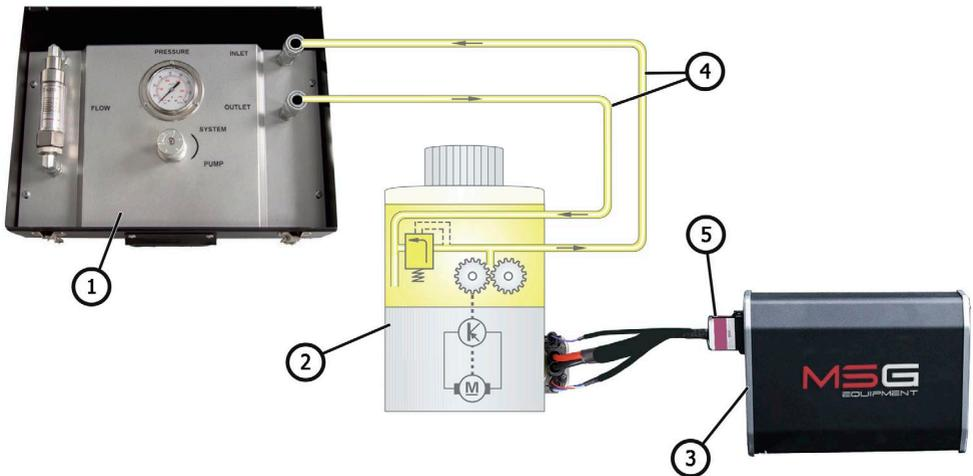

Figura 3. Diagrama de conexión de la bomba eléctrica para diagnóstico:
1. Conecte el tester **MS511** a la bomba utilizando el conector adecuado y las mangueras de alta presión incluidas en el kit (ver figura 3):